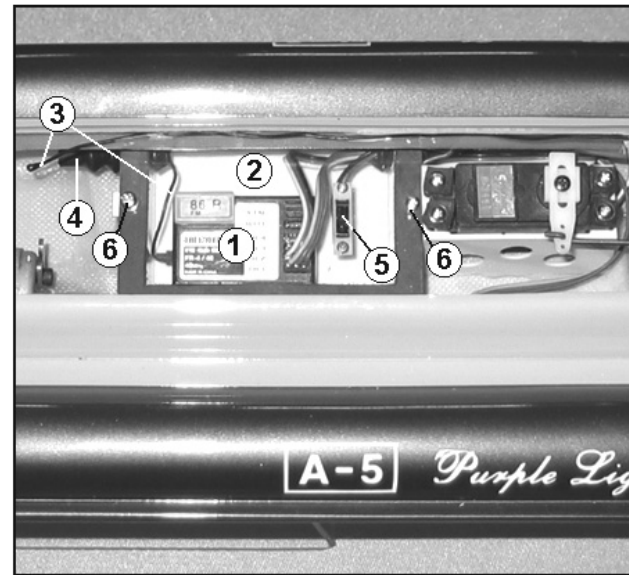

Bild 05
Um auch den Schalter mit in die RC-Box einbauen zu können, öffnen Sie einfach das Schaltergehäuse (6) und löten Sie die Anschlussdrähte (7) ab. Nun können Sie neben dem Empfängerkabel auch noch das Schalterkabel des Fahrtreglers bequem von rechts in die RC-Box einführen und anschließend den Schalter wieder anlöten (siehe Bild 05).